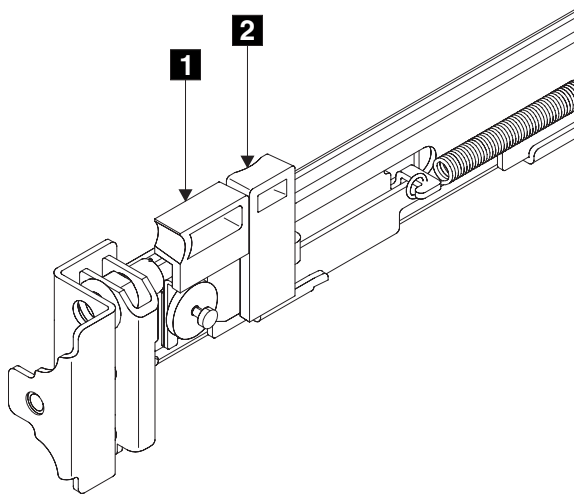

図 125. ラッチ・ロック・キャリアを引っ込める
2. ラッチ・レバー **1** (図 125) の側面に人差し指を置き、親指をラッチ・ロック **2** の正面に置きます。